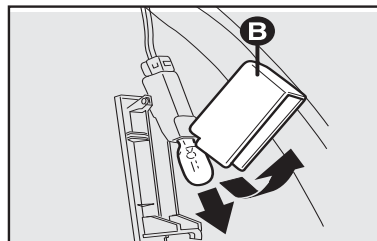

fig. 32
- abra la protección **B-fig. 32** y sustituya la lámpara introducida a presión;